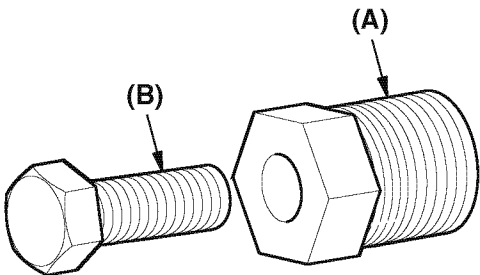

Figure 7
2. Placez l'extracteur (Figure 7, (A)) dans la turbine.
3. Tournez la vis de calage (**Figure 7, (B)**) dans le sens des aiguilles d'une montre pour retirer la turbine du corps de la pompe.